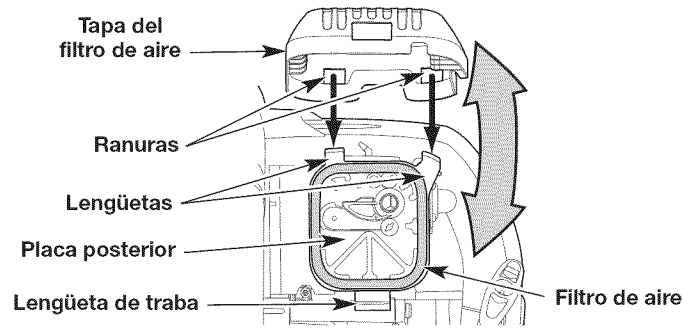

Fig. 19
1. Retire la tapa del filtro de aire: presione la lengüeta de traba hacia adentro y gire la tapa del filtro de aire hacia arriba (Fig. 19).
2. Quite el filtro de aire (Fig. 19).
6. Reinstale el filtro de aire (Fig. 19)
7. Vuelva a instalar la tapa del filtro de aire: coloque las ranuras de la tapa del filtro de aire en las lengüetas de la placa posterior. Gire la tapa del filtro de aire hacia abajo y presiónela hasta que la lengüeta de traba encaje en su lugar (Fig. 19).